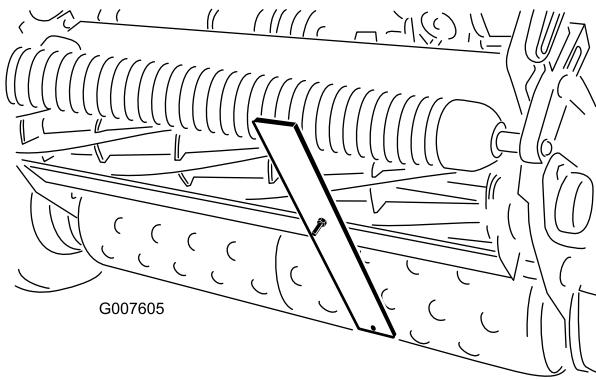

Figure 49
4. Accrochez la tête de la vis sur le bord tranchant de la contre-lame et appuyez l'arrière du gabarit contre le rouleau arrière (Figure 49).